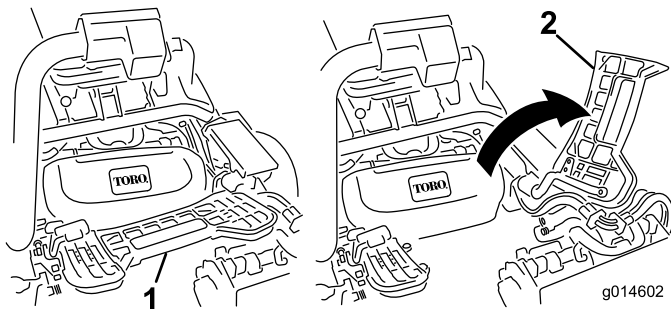

Figura 31
2. Levante el reposapiés y gírelo hacia arriba, para tener acceso a la posición de la unidad de corte central (Figura 31).